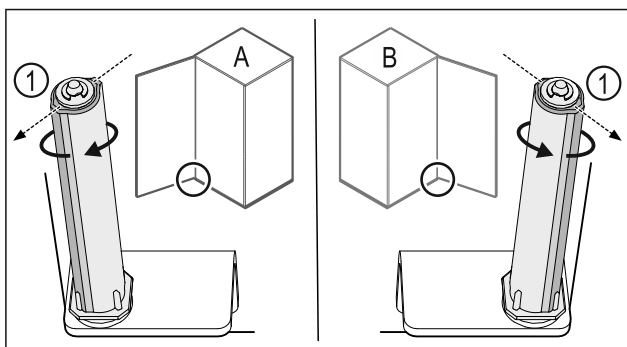

Fig. 36 Venstreanslag (A) / Højreanslag (B)
- Drej lukkesystemet mod modstanden, indtil lukkesystemets forbindelsesdel Fig. 36 (1) peger udad.